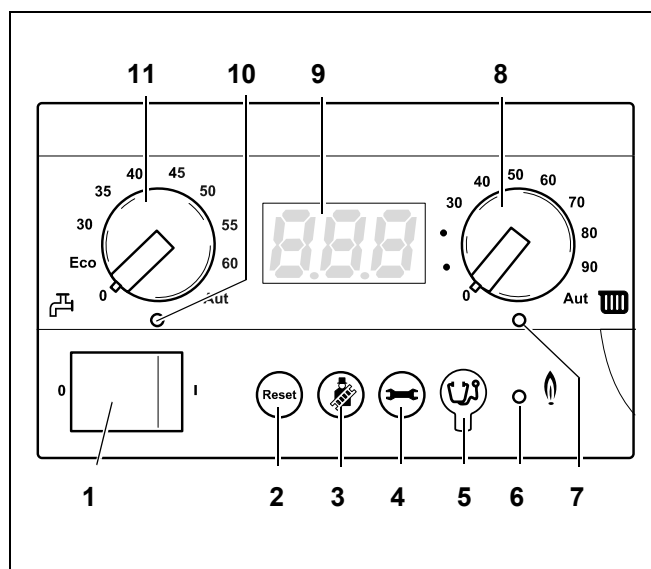

Fig. 6 Controler de bază BC10
Cu butonul rotativ pentru temperatura maximă a apei din cazan (Fig. 6, **poz. 8**) puteți seta temperatura limită superioară a cazanului de încălzire.
- Limitați temperatura maximă a apei din cazan cu butonul rotativ "Temperatura maximă a apei din cazan" (Fig. 6, **poz. 8**) la temperatura de tur admisă a circuitului de încălzire al pardoselii (în general maxim 40 °C).
Pe Display (Fig. 6, **poz. 9**) puteți citi status-ul și valorile instalației de încălzire. În cazul unui deranjament, display-ul arată direct codul deranjamentului corespunzător. În cazul unui deranjament blocant acest cod al deranjamentului se aprinde cu intermitență.
Cu butonul rotativ pentru apă caldă-valoare nominală (Fig. 6, **poz. 11**) este fixată temperatura dorită a apei calde în boiler.
LED-ul "Preparare apă caldă" (Fig. 6, **poz. 10**) luminează când a apărut un necesar de căldură la apa caldă și se stinge când acest necesar de căldură nu mai este prezent.